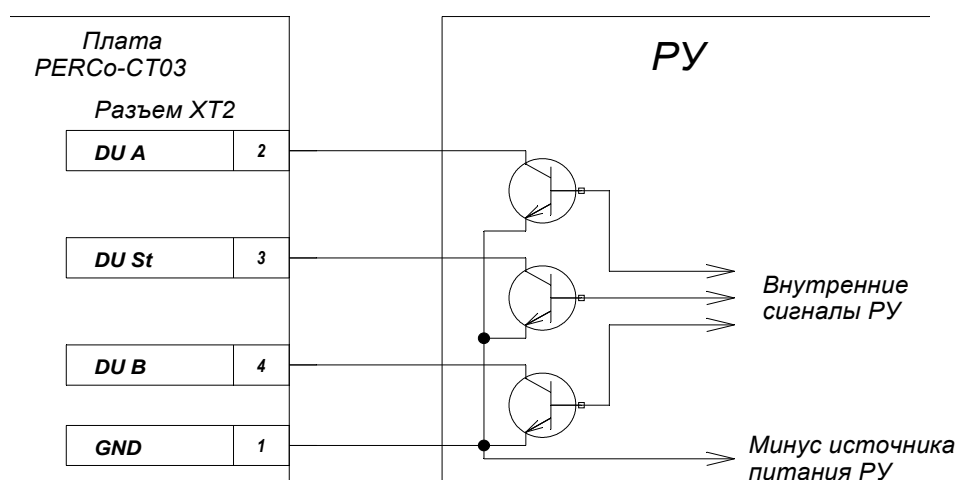

Рисунок 4 – Управляющие элементы устройства радиопередачи (РУ):
5.4.2 Управление ЭП осуществляется подачей на контакты клеммной колодки «ХТ2» DUA, DUS_t и DUB сигнала низкого уровня относительно контакта GND, при этом управляющим элементом могут быть нормально разомкнутый контакт реле или схема с открытым коллекторным выходом (см. рисунок 4).